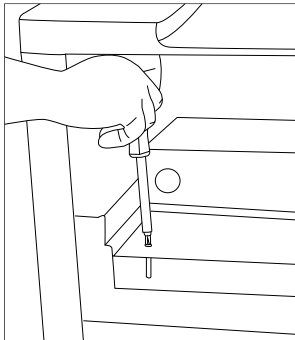

Рис. 4
- 1.Зніміть захист від друзок відкрутивши гвинти. (Рис.4)